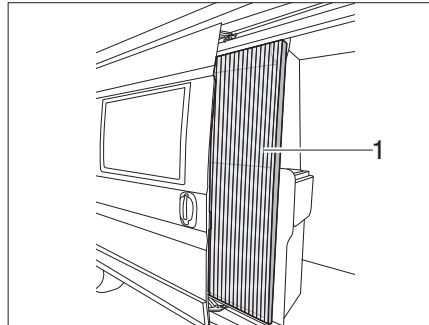

Fig. 27 Protezione contro gli insetti
- Estrarre completamente la protezione contro gli insetti dal listello (Fig. 27,1).
- Spingere indietro sul listello (Fig. 27,1) la protezione contro gli insetti fino a portarla nella posizione iniziale.